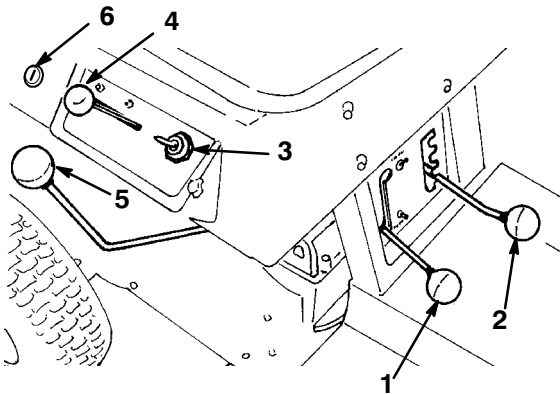

Figure 7
La boîte-pont comporte cinq vitesses en marche avant, le point mort et la marche arrière. Le levier de changement de vitesses se trouve à droite de l'utilisateur (Fig. 7). Un contacteur de sécurité interdit le démarrage du moteur quand une vitesse est sélectionnée (sauf au point mort).
Le levier d'embrayage du plateau de coupe (PdF) (Fig. 7) embraye et débraye la lame de coupe. Un contacteur de sécurité interdit le démarrage du moteur quand le levier est en position Embrayage. Le moteur ne démarre que lorsque le levier est en position Débrayage.
La commande d'accélérateur (Fig. 7) est reliée à et commande le papillon et le starter montés sur le carburateur. Elle comporte les quatre positions suivantes : ralenti, démarrage à chaud, marche et starter. Poussez la commande légèrement vers la gauche et vers le haut pour obtenir la position Starter.
Tournez et relâchez la clé de sécurité (Fig. 7) pour désactiver la fonction d'interdiction de travail en marche arrière.
Le commutateur d'allumage (Fig. 7) comporte trois positions : Contact coupé, Contact établi et Démarrage. La clé revient automatiquement de la position Démarrage à la position Contact établi quand vous la relâchez une fois que le moteur a démarré.
La commande de hauteur de coupe (Fig. 7) permet de sélectionner cinq hauteurs de coupe différentes entre 38 et 89 mm.
2. Placez la commande d'accélérateur en position Starter (Fig. 7) pour démarrer à froid. Si le moteur est déjà chaud, placez la commande d'accélérateur en position Régime maximum.
3. Tournez la clé de contact (Fig. 7) en position Démarrage. Lorsque le moteur démarre, relâchez la clé et amenez la commande d'accélérateur à mi-course entre les positions Régime maximum et Ralenti si vous avez utilisé le starter pour mettre le moteur en marche. Pour obtenir des résultats optimaux, conduisez le tracteur avec la commande d'accélérateur en position Régime maximum (papillon ouvert au maximum).